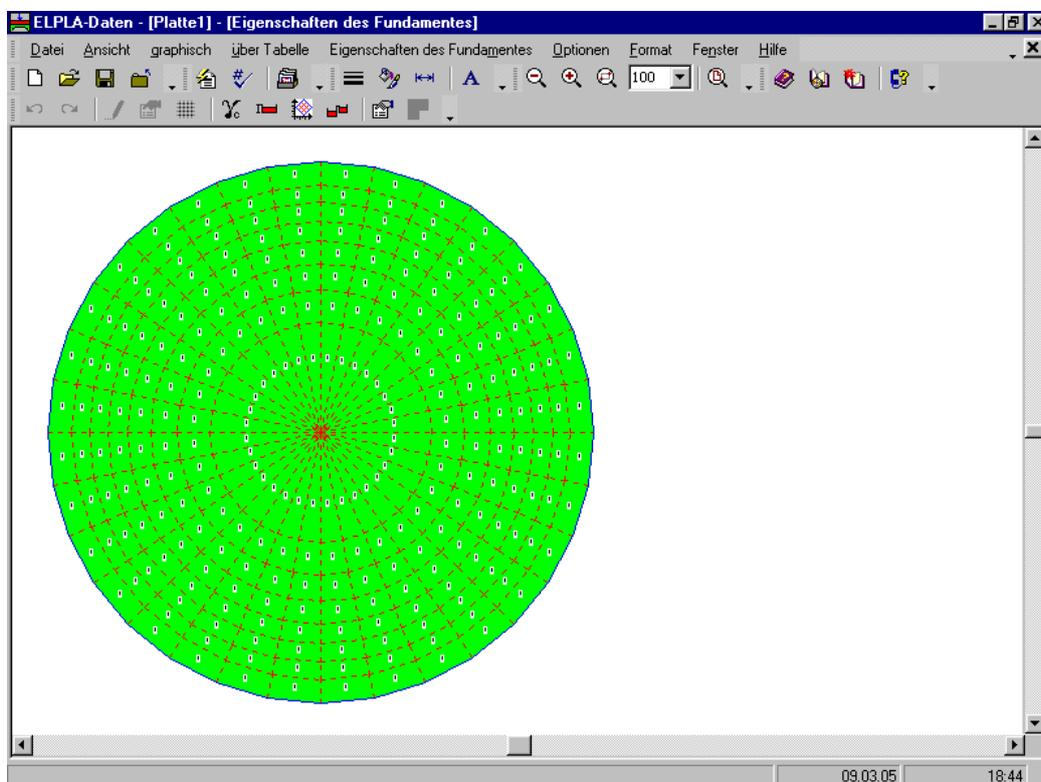
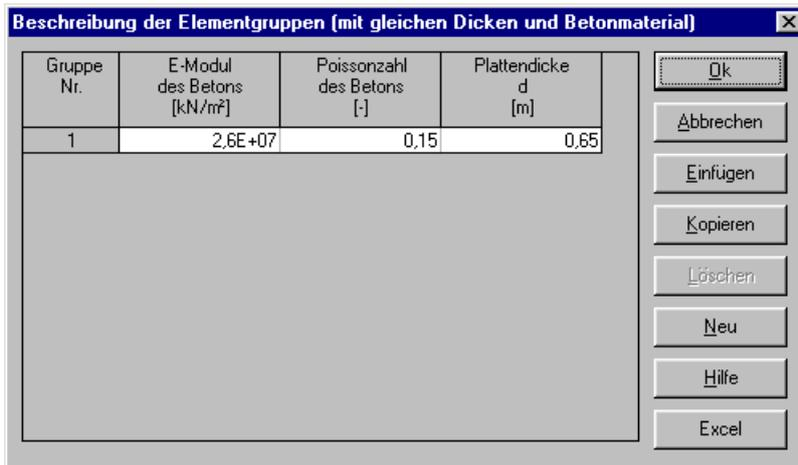

Bild 3-21 Eingebettetes Programm "Eigenschaften des Fundamentes"
Bild 3-22 Listenfeld "Beschreibung der Elementgruppe"
- Wählen Sie den Befehl "Eigenschaften des Fundaments" aus dem "Daten"-Menü des *ELPLA-Daten*-Fensters. Das folgende eingebettete Programm im Bild 3-21 erscheint mit Standardwerten von Eigenschaften des Fundaments. Die Daten der Eigenschaften des Fundaments für dieses Beispiel sind Plattenmaterial, Plattendicke und Gründungstiefe. Die anderen Daten entsprechen den Eigenschaften des Fundaments in den Programmменüs. Deshalb kann der Benutzer diese Daten aus den Standardwerten der Eigenschaften des Fundaments übernehmen
- Wählen Sie den Befehl "Elementgruppen" aus dem Menü "über Tabelle" im Fenster von Bild 3-21. Das folgende Listenfeld im Bild 3-22 mit Standardwerten erscheint. Um einen Wert im Listenfeld einzugeben oder zu modifizieren, schreiben Sie diesen Wert in der entsprechenden Zelle, dann drücken Sie "Eingabe". Im Listenfeld von Bild 3-22 geben Sie E-Modul der Platte, *Poissonzahl* der Platte und Plattendicke ein
- Wählen Sie "Wichte des Fundamentbetons" aus dem Menü "Eigenschaften des Fundaments" im Fenster von Bild 3-21. Das folgende Dialogfeld im Bild 3-23 mit einer Standardwichte von 25 [kN/m³] erscheint. Um das Eigengewicht der Platte bei der Berechnung zu vernachlässigen, schreiben Sie 0 im Textfeld "Wichte des Fundamentbetons"
- Wählen Sie "Eigenschaften des Fundaments speichern" aus dem "Datei"-Menü im Bild 3-21, um die Eigenschaften des Fundaments zu speichern